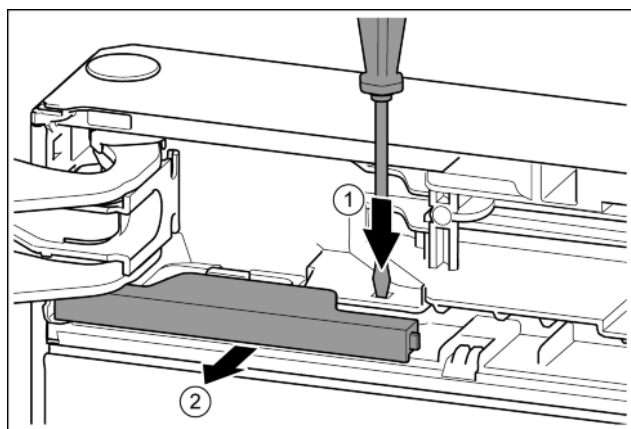

Fig. 8
- Нажать накладку шлицевой отвёрткой. Fig. 8 (1)
- Вынуть крышку из зацепления. Fig. 8 (2)